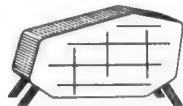
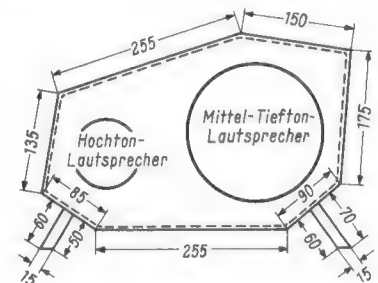

Bild 1. Die fertige Lautsprecherbox
Bild 2. Die Maße der Frontplatte und der Füße. Die Gehäusetiefe betrug beim Modell 140 mm, größere Tiefe ergibt noch bessere Baßwiedergabe
Bild 1 zeigt die äußere Form der Lautsprecherbox. Für die Frontplatte des Gehäuses werden 8 mm starkes Sperrholz und außerdem etwa 10 mm starker Papp-Preßstoff verwendet. Die Seitenwände bestehen aus 5 mm starkem Sperrholz. Zuschnitt und Zusammenbau erfolgen nach der Maßskizze in Bild 2.
3. Eine Schaltung nach Bild 2, wie sie von der Firma Heathkit benutzt wird. Die Wirkungsweise erklärt sich aus der Intensitäts-Stereophonie. Bekanntlich verwendet man dabei zwei Mikrofone, von denen das eine eine Nieren- und das andere eine Achtercharakteristik hat. Beide sind nahezu im gleichen Raumpunkt angeordnet, so daß die Phasenverschiebung zwischen den beiden Ausgangsspannungen Null oder 180° ist. Der Rechts- bzw. der Linkskanal werden durch Addition bzw. Subtraktion der beiden Mikrofonspannungen gebildet:
Bild 2. Prinzip der Heathkit-Schaltung. Durch Mittelanzapfungen und besondere Schaltungsart der Ausgangsübertrager kommt die Rechts- und Linksinformation wieder zustande